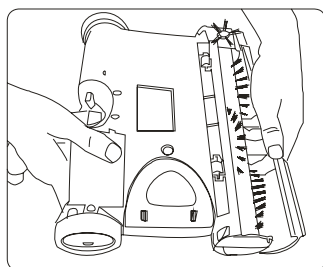

Fig. 12
3. Extraiga la cubierta transparente del cepillo. (Fig. 12) (Para obtener instrucciones detalladas, refiérase a la página 15.)